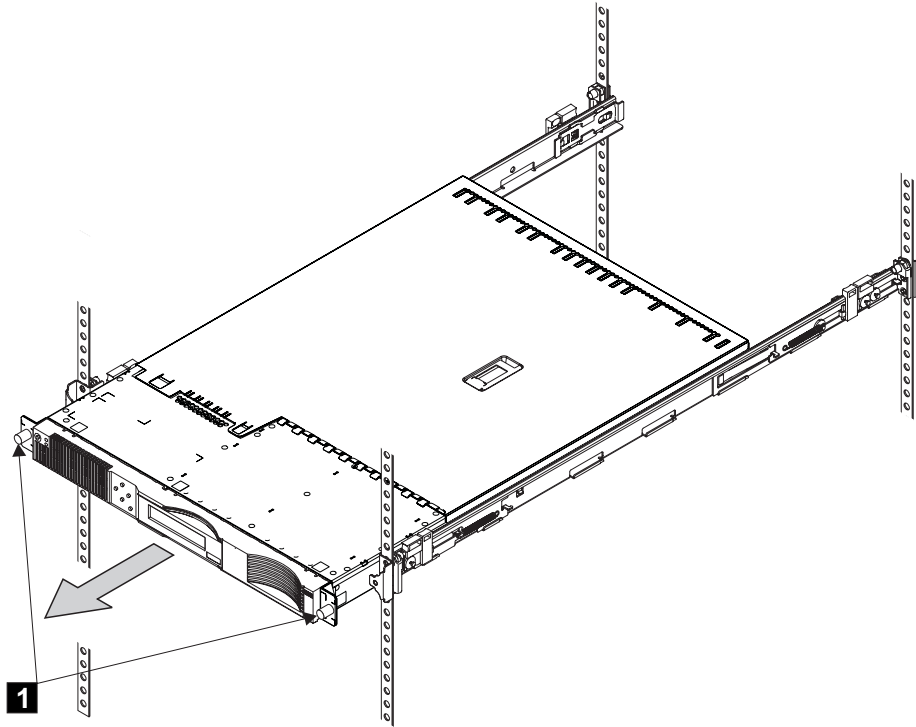

図 109. 前面のねじを緩めて、SAN ボリューム・コントローラー 2145-4F2 を取り外す
1. 2 本の前部ねじ（516 ページの図 109の **1**）を外します。